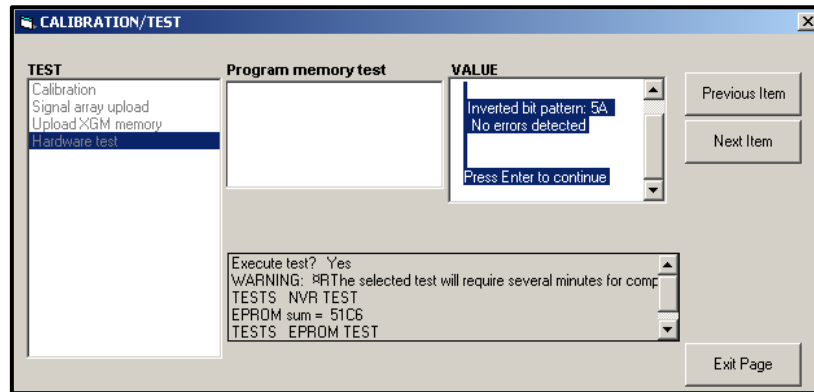

Figura 15: Finalización de la prueba NVR
4. Si el NVR supera la prueba, aparecerá una pantalla similar a la de la Figura 15 en la página 54. Haga clic en [Exit Page] (Salir de la página) para volver a la opción *Hardware Test (Prueba de hardware)* y en [Exit Page] (Salir de la página) de nuevo para volver al menú principal *Calibration/Test (Calibración/Prueba)*.